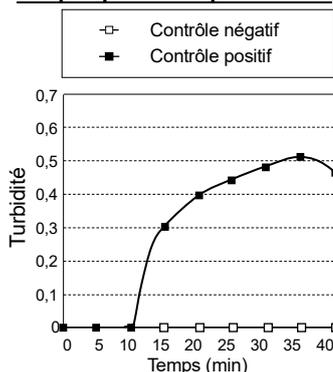

Fig. 1 : Graphique d'amplification pour les contrôles.
- (1) Configurer le turbidimètre en temps réel HumaTurb C+A pour la détection avec ce produit.
- (2) Vérifier que la température affichée atteint 67,0 °C (laisser le turbidimètre se réchauffer pendant 20 minutes avant de l'utiliser).
- (3) Placer les tubes de réaction et commencer la mesure.
- (4) Surveiller l'affichage du turbidimètre et vérifier les contrôles positifs et négatifs pour toute augmentation de la turbidité. Si la turbidité augmente dans le contrôle positif mais pas dans le contrôle négatif, la réaction d'amplification se déroule correctement (fig. 1). En revanche, si une autre situation se produit, la réaction d'amplification peut se dérouler de manière incorrecte. Dans ce cas, retester les échantillons concernés.
- (5) Confirmer la fin de l'inactivation de la polymérase (automatiquement réalisée par le turbidimètre). Retirer tous les
Après avoir confirmé que la turbidité augmente dans le contrôle positif mais pas dans le contrôle négatif, évaluer les échantillons selon les critères suivants (fig. 1 et 2).